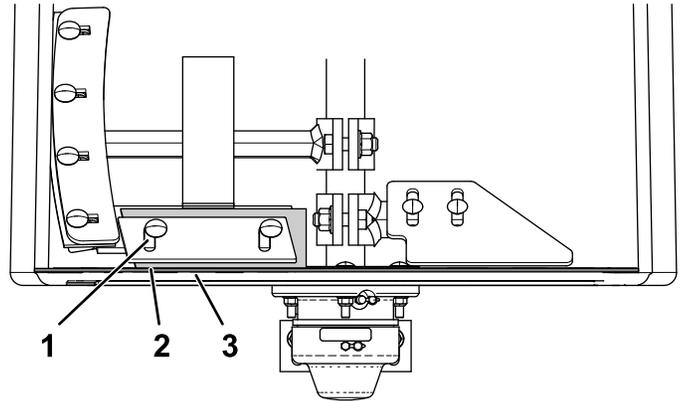

**Figure 74**
5. Ajustez la position du racloir pour qu'il soit légèrement en contact, sur toute sa longueur, avec la cuve (Figure 74).